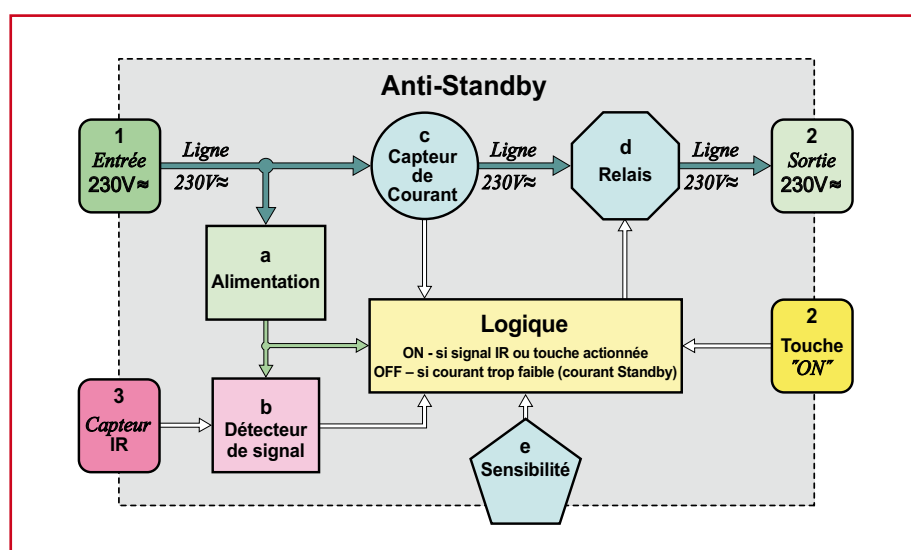

Figure 1 - Le schéma synoptique de l'interrupteur anti-veille.
ment l'appellation *plug & play*. Voilà décrite en gros et en principe la fonction du boîtier anti-veille. La figure 1 montre le détail des fonctions nécessaires. L'interface avec le monde extérieur comporte une entrée et une sortie du secteur 230 V, un capteur infrarouge et un poussoir de mise en service manuelle – au total quatre fonctions élémentaires. Si une touche d'une télécommande infrarouge est actionnée et que le capteur IR (3) détecte l'événement, le détecteur de signal envoie à partir de là une impulsion (ou plusieurs) vers la logique de commande du circuit. Par suite, la logique excite le relais (d) qui ali-
On peut reconnaître sur le schéma la façon dont les critères énoncés précédemment ont été traduits en électronique concrète, le tout sans composant spécial. Les repères K1 et K2 désignent respectivement l'entrée et la sortie 230 V de la figure 1. L'alimentation est de première importance pour les économies d'énergie : si on avait choisi d'utiliser un régulateur usuel de la série 78XX ou 79XX, on consommerait un courant de repos de 5 à 6 mA, soit, sous une tension de 20 V (après redressement et filtrage), légèrement plus de 100 mW. Comme les régulateurs à faible déchet ne sont ni très bon marché ni faciles à trouver, on se tourne vers un régulateur ajustable. Il délivre une tension de sortie plutôt mieux stabilisée, avec un courant de repos d'environ 1,5 mA (soit 30 mW).